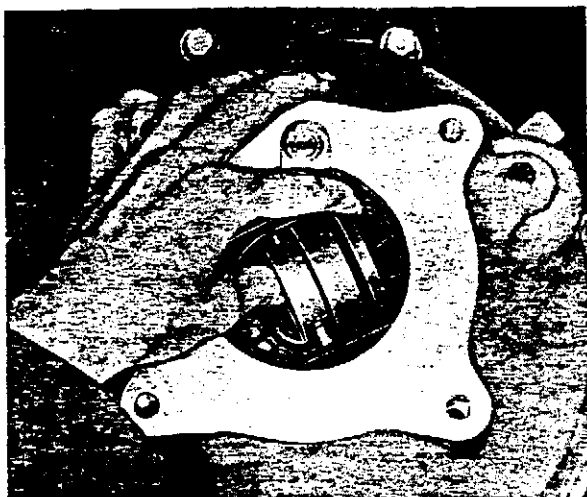

Abb. 11 Ausbau des Ausrücklagers
3. Ausrücklager entfernen, siehe Abb. 11. Seilzug von der Ausrückgabel aushängen. Mantel des Seilzuges von der Aufhängung lösen.